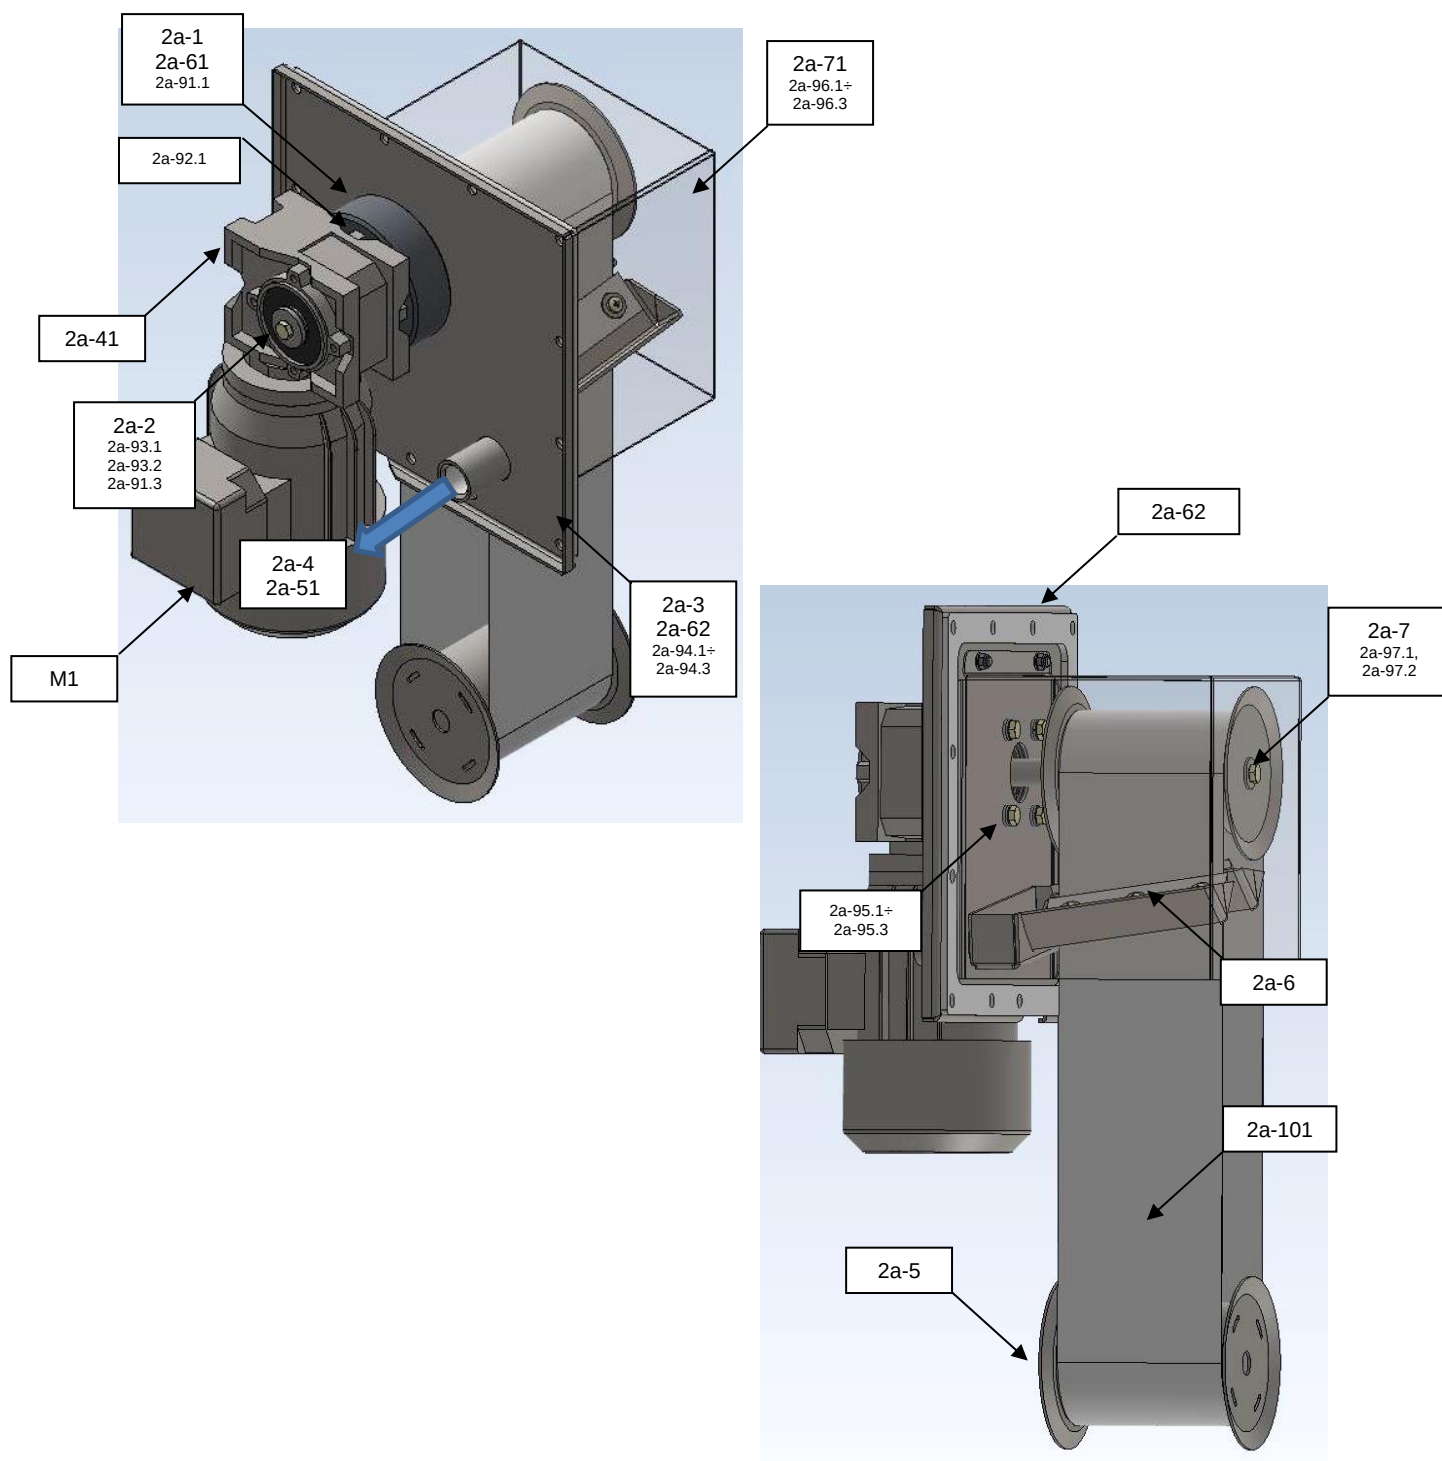

Fig. 2a Vista das peças do separador de óleo (pos. 2a-1)
Quando as peças que contêm óleo residual são lavadas, forma-se uma película flutuante oleosa na superfície líquida de lavagem. É removido mecanicamente utilizando equipamento adicional da máquina, o chamado separador de óleo, ver em Fig. 2a. A unidade é constituída por um cinto de separação de óleo (posição 2a-101) suspenso verticalmente num rolo de acionamento (pos. 2a-7) conduzido por um motor elétrico. Um rolo de equilíbrio é suspenso na extremidade inferior do cinto (pos. 2a-5). As gotículas de óleo são transportadas pelo cinto entre as lâminas de teflon (pos. 2a-6). Quando limpas do cinto, as gotículas fluem através de uma calha para dentro de um tubo com encaixe de parafusos (pos. 2a-4), no qual uma válvula de descarga de óleo é aparafusada (pos. 2a-51).